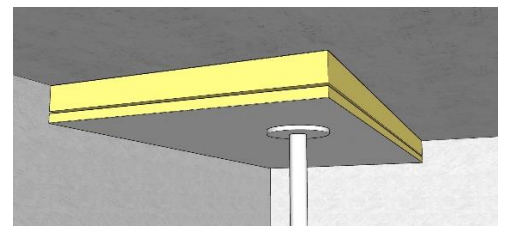

Abbildung 4: Erste Plattenreihe
2. Drücke nun die erste Dämmplatte in die Randklammern ein und sichere die Platte mit einem Stützelement wie in Abbildung 4, oder arbeite zu zweit.